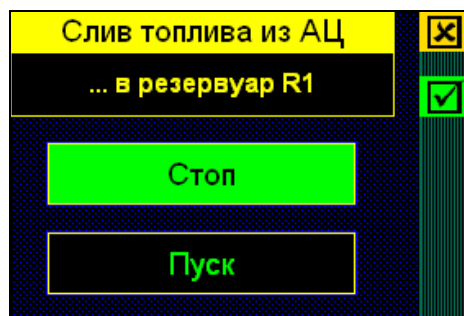

Рисунок 47 - Окно управления сливом
3.13.3 При автоматическом способе слива переключатель SB1 "РУЧ/АВТ" переводят в положение "АВТ", а насос N3 включают с помощью окна управления сливом (см. рисунок 47). При таком положении переключателя для всех клапанов и насосов автоматически устанавливается команда (режим) "Авто". Окно